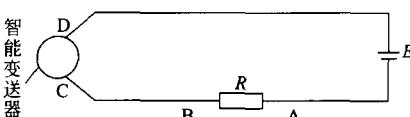

图 1-1 手持通信器的连接位置
① 通信电缆没有接好。需要再检查一下手持通信器和变送器间的连接电缆是否连接牢靠，插头是否插到底，夹子或固定螺钉有否松动。确保接触良好。
② 电缆连接位置不对。手持通信器和变送器相连时，可以连在任意位置。如图 1-1 所示。可以连在负载电阻 R 两端，即 AB 两点，也可以连在 CD 两点，但是不能连在 AD 两点。因为电源是低阻抗的，内阻很小，可以看作是短路。如果连在 AD 两点，也即成